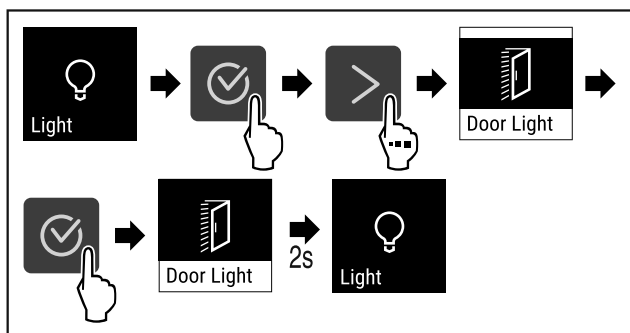

Fig. 70
- Suorita toimenpidevaiheet (katso Fig. 70).